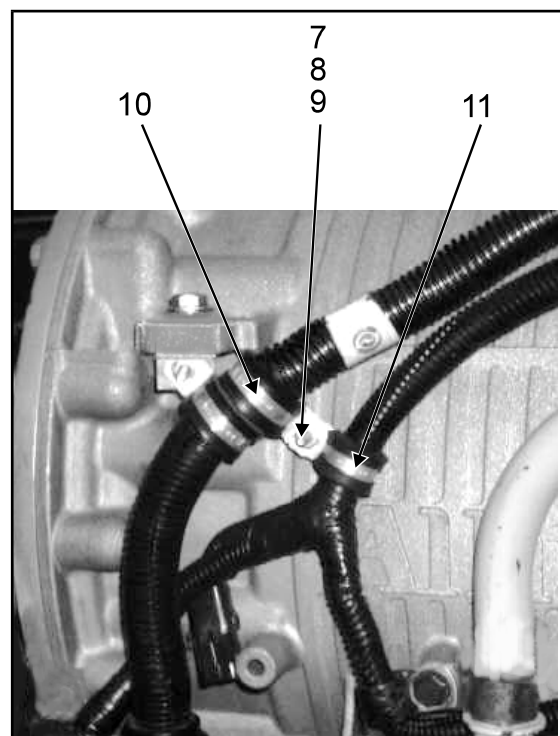

FIGURE 4
7. Attacher le câblage des capteurs de la transmission avec le câblage principal en utilisant les pinces de retenue (10 and 11), la vis (7), la rondelle-frein (8) et l'écrou (9) (**Figure 4**).